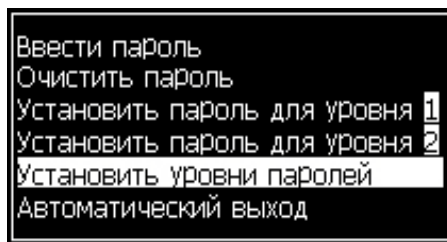
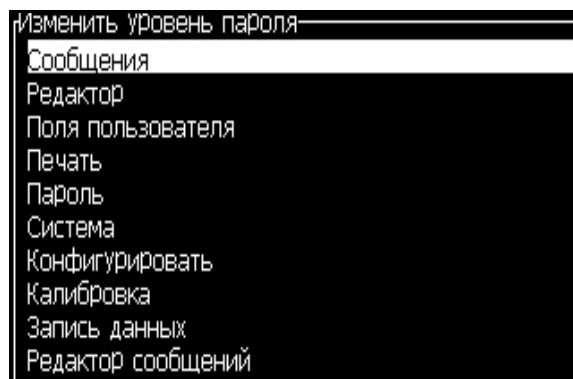

Рисунок 4-8: Установка паролей для уровней доступа
Рисунок 4-9: Изменение пароля для уровня доступа
- 1 Нажмите кнопку “Alt + w” и выберите опцию “Set Password Levels” (установка уровней доступа для паролей) (смотрите Рисунок 4-8) для открытия окна “Change Password Levels” (изменение уровней доступа для паролей) (смотрите Рисунок 4-9 на странице 4-5).
- 2 Выберите меню (смотрите Рисунок 4-9 на странице 4-5), для которого необходимо изменить пароль уровня доступа, и нажмите кнопку “Enter” (ввод). Появится окно “Enter New Password Level” (ввод новых паролей для уровней доступа) (смотрите Рисунок 4-10 на странице 4-6).